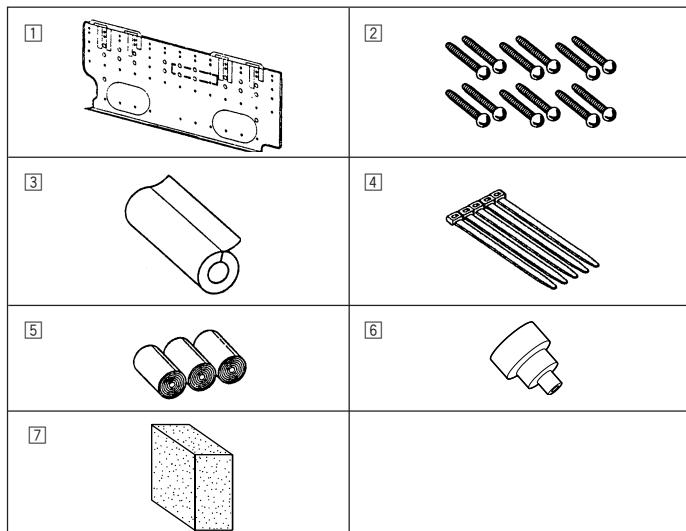

Fig. 3-2
■ PKFY-P12/P15NGMU-E (Fig. 3-2)